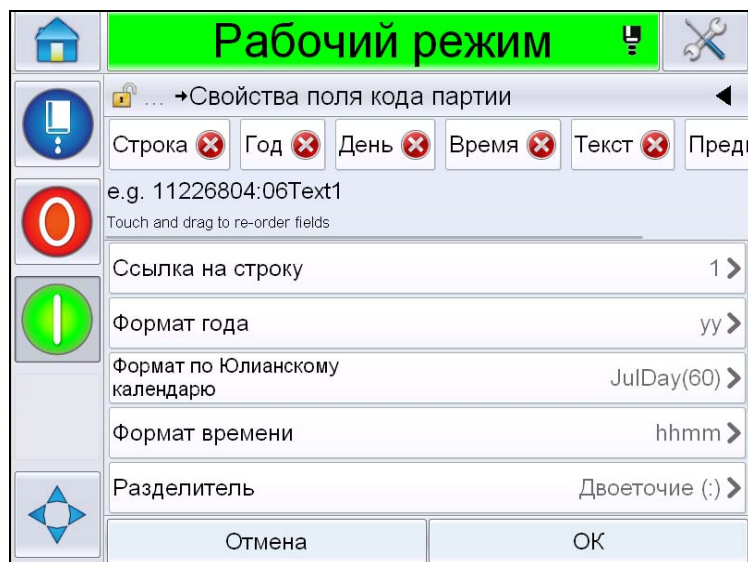

Рис. 5-30: Страница Свойств поля кода партии
- 9 Нажмите . Отображает страницу *Добавить поле*. Выберите поле Кода времени/партии. Отображает страницу *Свойства поля кода партии* (Рис. 5-30).